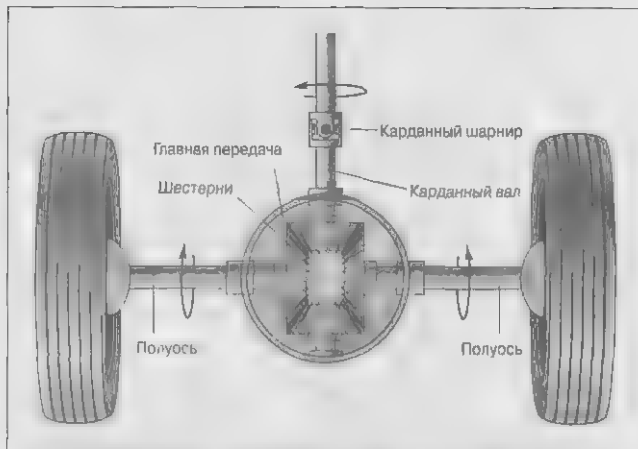

Рис. 9.3 Главная передача заставляет задние колеса вращаться под прямым углом по отношению к вращающемуся карданному валу
9. **Главная передача** (рис. 9.3) — это еще одна коробка с шестернями, которая передает движение карданного вала на шестерни, вращающие **ведущие колеса** (они расположены перпендикулярно карданному валу). Она также позволяет каждому по шасси вращаться с разной скоростью. Дело в том, что при крутом повороте внешнее колесо проходит больший путь с большей скоростью, чем внутреннее.